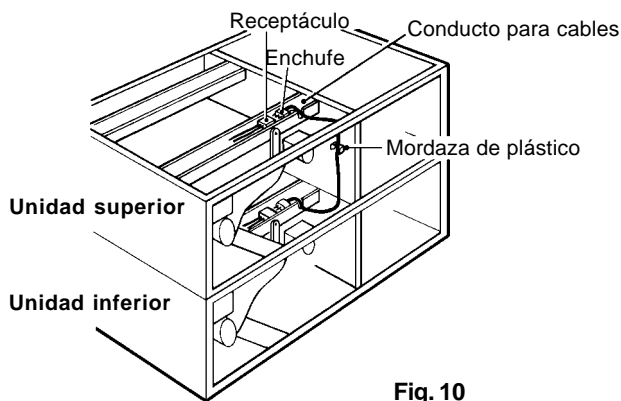

Fig. 10
- 15) Conectar los cables (con enchufe de tres vías) que se encuentran en el conducto de cables de la unidad inferior al receptáculo de la unidad superior o intermedia (desconectado en el paso 10 anterior). Asegurar los cables con la mordaza de plástico suministrada. Colocar la cubierta de plástico en su sitio. Véase la fig. 10.